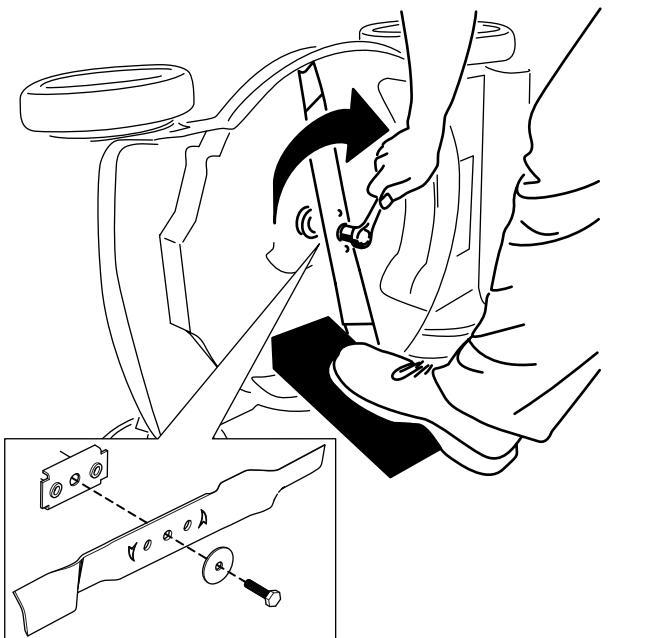

Figure 27
- Montez la nouvelle lame et toutes les fixations (Figure 27).